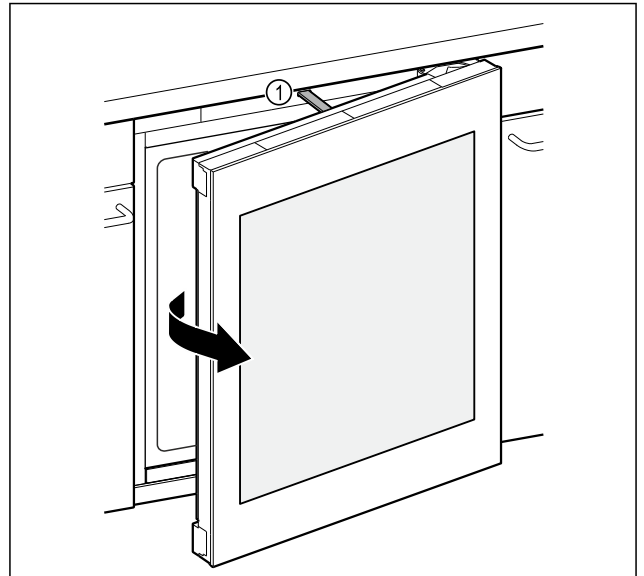

Fig. 88
- ▶ Избутващият прът Fig. 88 (1) отваря вратата приблизително 7 см.